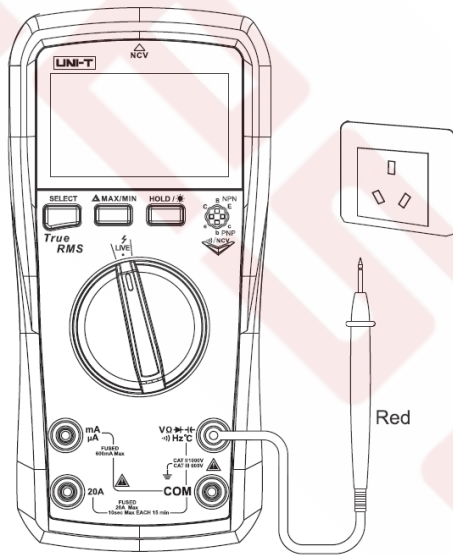

Рисунок 10
10. Поиск фазового и нейтрального провода (только для UT890D+) Рисунок 10